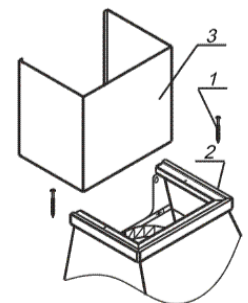

рис. 4
Прежде чем навесить вытяжку, установите фальштрубу (рис. 4). Отверните винты - 1, которые крепят верхнее обрамление - 2. Установите фальштрубу - 3 на обрамление и прикрепите обрамление вместе с фальштрубой.
8.3 Для очистки алюминиевого фильтра извлеките его из вытяжки (рис. 4) и произведите очистку с помощью щетки горячим водным раствором нейтрального моющего средства вручную или в посудомоечной машине (при 60°C). Сильно загрязненный фильтр не следует мыть в посудомоечной машине вместе с посудой. Старайтесь не сгибать фильтр при мойке. Возможное изменение цвета фильтра, с течением времени, не приводит к снижению эффективности его действия.